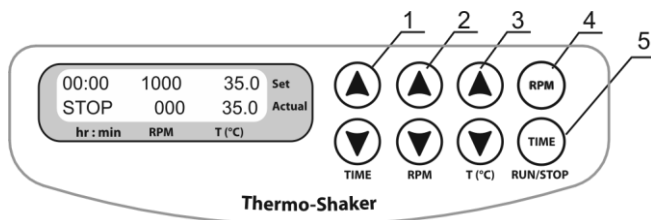
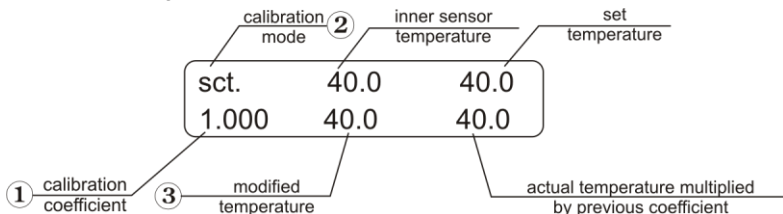

Fig.3 Pannello di controllo
Fig.5 Pannello di controllo in modalità di calibrazione
- 4.3. **Impostazione del tempo (TIME).** Utilizzando i tasti **TIME ▲** e **▼** (Fig. 3/1), impostare l'intervallo di tempo operativo desiderato in ore e minuti (incremento di 1 minuto). Per aumentare l'incremento, tenere premuto il tasto per più di 3 secondi.
- 4.4. **Impostazione della velocità (RPM).** Utilizzando i tasti **▲** e **▼ RPM** (Fig. 3/2), impostare la velocità desiderata (incremento di 10 rpm). Per aumentare l'incremento, tenere premuto il tasto per più di 3 secondi.
- 4.5. **Impostazione della temperatura (T °C).** Utilizzando i tasti ▲ e ▼ T °C (Fig. 3/3), impostare la temperatura desiderata (incremento di 0,1 °C). Per aumentare l'incremento, tenere premuto il tasto per più di 3 secondi.
- 4.7. Premere il tasto **RPM-RUN/STOP** (Fig. 3/4). Il blocco termico comincerà a ruotare e il timer comincerà a contare l'intervallo di tempo (precisione di 1 minuto).
- 4.10. Se necessario, è possibile riavviare il timer quando il dispositivo è in funzione. Premere una volta il tasto **TIME-RUN/STOP** (Fig. 3/5) per fermare il timer. Premere nuovamente tasto **TIME-RUN/STOP** per riavviare il timer.
- 5.2. Per inserire il coefficiente di calibrazione, tenere premuto il tasto **TIME-RUN/STOP** (Fig. 3/5) per più di 8 secondi per attivare la modalità di calibrazione. Sul display comparirà il coefficiente di calibrazione (Fig. 5/1).
- 5.3. Impostare il valore 1,000 utilizzando i tasti **▲** e **▼** **RPM** (Fig. 3/3) per ripristinare le impostazioni di fabbrica come indicato in Fig. 5/1.
- 5.9. Tenere premuto il tasto **TIME-RUN/STOP** (Fig. 3/5) per più di 8 secondi per attivare la modalità di calibrazione. Sul display compaiono i seguenti parametri (Fig. 5):
Utilizzando i tasti **Temp ▲** e **▼** (Fig.3/3), modificare il coefficiente di calibrazione (Fig.6A/1) in modo che il nuovo valore della temperatura (Fig.6A/2) corrisponda al valore della temperatura del sensore autonomo. Nell'esempio riportato, il coefficiente di calibrazione è pari a 0,974 (intervallo: da 0,936 a 1,063; incremento di 0,001).
- 5.11. Dopo aver completato la calibrazione, premere una volta il tasto **RPM-RUN/STOP** (Fig.3/4) per salvare le modifiche e uscire dalla modalità di calibrazione.